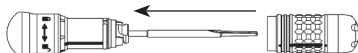

Abb. 3
3. Sodann kann das Zubehörteil über das distale Ende des Dissektionsinstruments und Handstücks geschoben werden, wobei der Pfeil auf dem Zubehör mit der Markierung und dem Entriegelungssymbol (Abbildung 3) ausgerichtet ist. Fest zurückziehen, bis das Zubehör am Handstück einrastet.